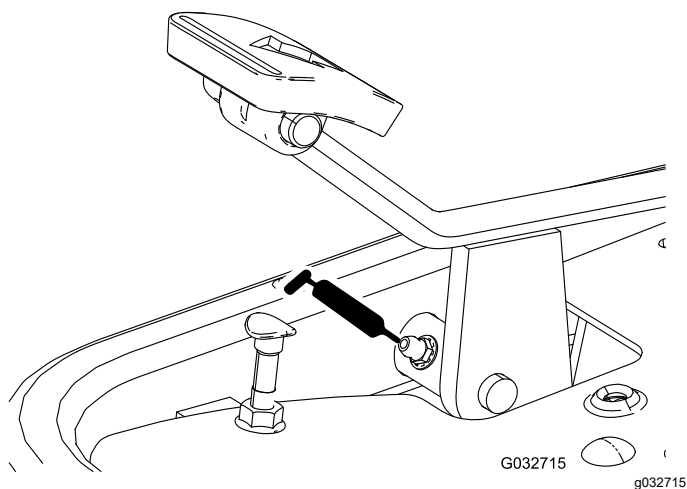

Figura 35
- Pedal de tracción (Figura 35)